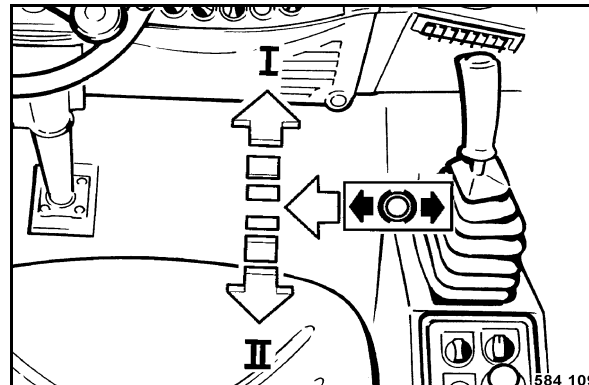

fig. 56
- Décranter le levier de commande de marche (fig. 56) vers la gauche, à partir de la position de freinage.